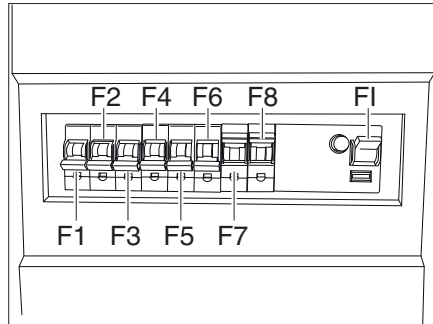

Bild 182 Sicherungskasten
- Sicherungen F4-F6 (Bild 182) einschalten.